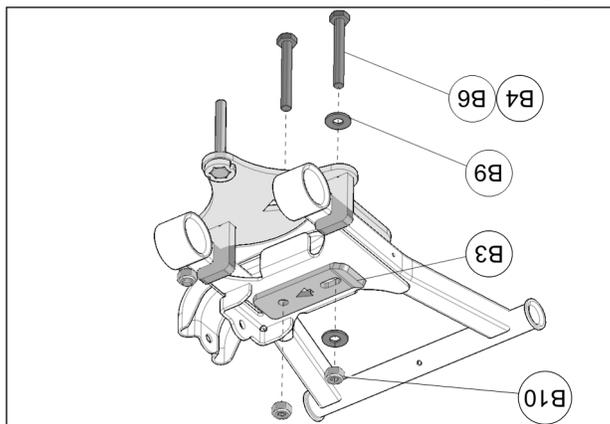

Fig. 10
8. Positionner le couvert d'ancrage (B3) sur le bras de suspension. Insérer par le dessous de l'ancrage les boulons de fixation appropriés [M10x55mm (B4) ou M10x80mm (B6)]. Placer une rondelle (B9) sur la tête du boulon et sous l'écrou qui sont installés au trou oblong de la plaque et du couvert. Utiliser les écrous (B10) pour fixer l'assemblage. Voir la Fig. 10